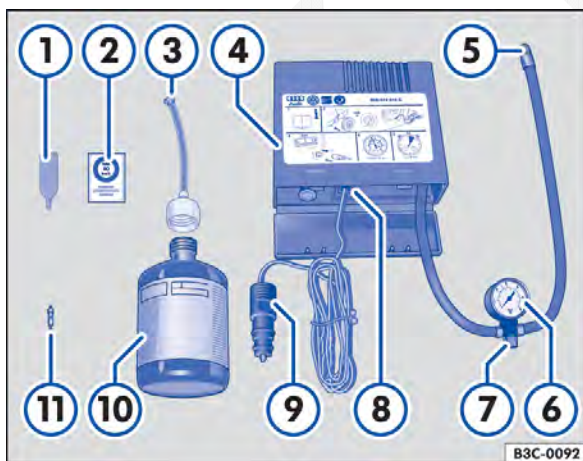

Fig. 163 Representação esquemática: componentes do kit de reparo dos pneus.
O kit de reparo dos pneus é composto pelos seguintes componentes ⇒ Fig. 163:
12. Colar a etiqueta adesiva ⇒ Fig. 163 ② do kit de reparo dos pneus no painel de instrumentos, no campo de visão do condutor.
- Com a chave para remoção do elemento da válvula ⇒ Fig. 163 ①, desrosquear o elemento da válvula do pneu e colocá-lo sobre uma superfície limpa.
- Agitar a garrafa para enchimento dos pneus ⇒ Fig. 163 ⑩ algumas vezes com força.
- Rosquear a mangueira de enchimento ⇒ Fig. 163 ③ com firmeza no sentido horário sobre a garrafa para enchimento dos pneus. A película na tampa é perfurada automaticamente.
- Remover o bujão da mangueira de enchimento ⇒ Fig. 163 ③ e introduzir a extremidade aberta totalmente na válvula do pneu.
- Rosquear novamente o elemento da válvula com a chave para remoção do elemento da válvula ⇒ Fig. 163 ① na válvula do pneu.
- Rosquear a mangueira de enchimento dos pneus ⇒ Fig. 163 ⑤ do compressor de ar com firmeza na válvula do pneu.
- Verificar se o parafuso de sangria de ar ⇒ Fig. 163 ⑦ está fechado.
- Encaixar o conector do cabo ⇒ Fig. 163 ⑨ em uma tomada 12 V do veículo ⇒ Página 149.
- Ligar o compressor de ar com o interruptor LIGA-DESLIGA ⇒ Fig. 163 ⑧.
Reconectar a mangueira de enchimento dos pneus ⇒ Fig. 163 ⑤ e ler a pressão dos pneus no indicador da pressão dos pneus ⑥.